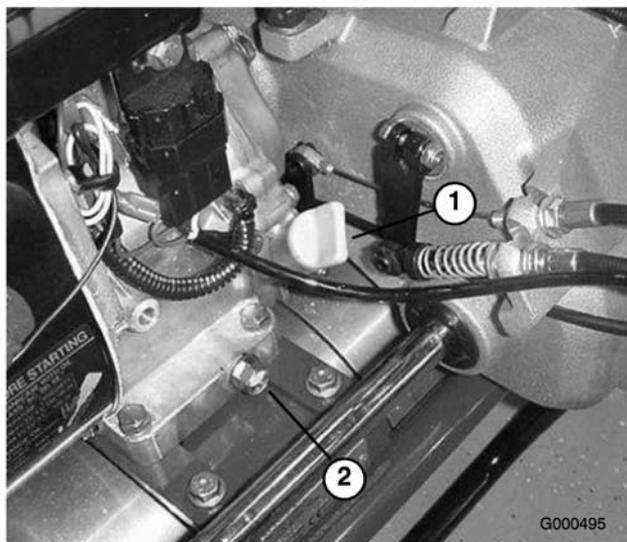

図 20
1. エンジンが水平になるように駐車し、オイル・ゲージの周囲をきれいに拭く(図 20)。
2. 機体下にあるドレン・プラグ (図 20) の下に廃油受けを置く。ドレン・プラグを抜く。